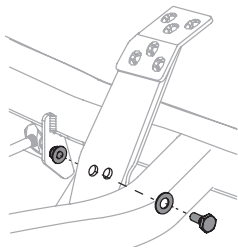

Figure 37
- Retirez le boulon hexagonal, la rondelle et l'écrou hexagonal près du centre de la pédale (Figure 37).
- Réinstallez le matériel précédemment retiré et serrez l'écrou à 38-47 N·m (28-35 pi·lb) (Figure 37).